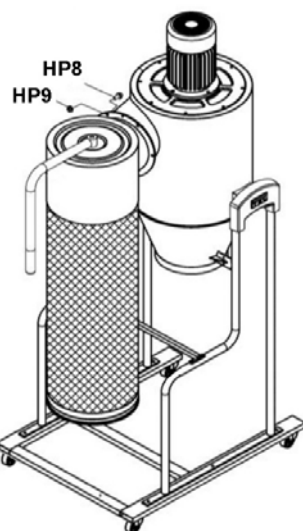

Figure 9
10. Placez le joint (X) entre le filtre de la boîte et le boîtier principal. Installez le filtre de la boîte dans le boîtier principal et serrez avec des vis à bride (HP9) et des écrous (HP10). Voir la Figure 9.